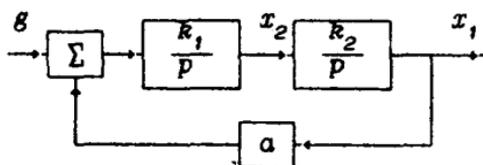

Рис.10.1
1. Докажите что фазовый портрет свободного движения системы, изображенной на рис.10.1, представляет собой семейство эллипсов. Найдите отношение полуосей эллипсов $\frac{x_{2m}}{x_{1m}}$.
1. Реализуйте на АВК модель системы, структурная схема которой представлена на рис.10.1.